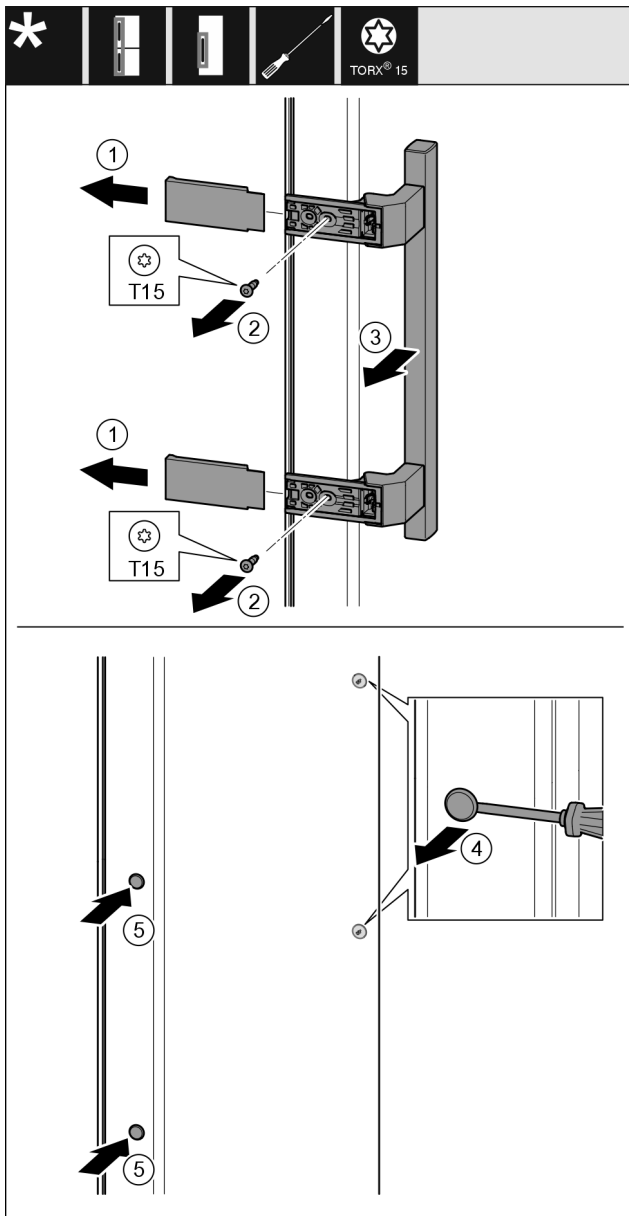

Fig. 21
- ▶ Зніміть кришку Fig. 21 (1).
- ▶ Викрутіть гвинти Fig. 21 (2) за допомогою викрутки.
- ▶ Зніміть ручку Fig. 21 (3).
- ▶ За допомогою шліцьової викрутки обережно підійміть та витягніть бокові пробки Fig. 21 (4).
- ▶ Знову вставте пробки Fig. 21 (5) з іншого боку.